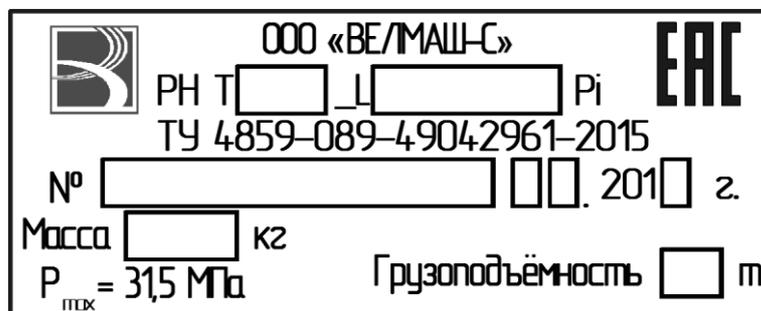

Рисунок 1.5 – Маркировочная табличка
1.1.6.1 На надрамнике оборудования имеется табличка (рисунок 1.5), на которой нанесены: